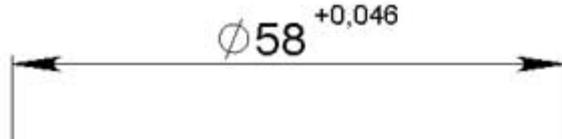

Рис. 7. Результат назначения допуска с нулевым предельным отклонением
**Создание укороченных диаметров и радиусов.** В документах чертежей можно создавать укороченные диаметры и радиусы, задавая их размеры. При указании такого размера отображается зигзагообразная линия (рис. 7).